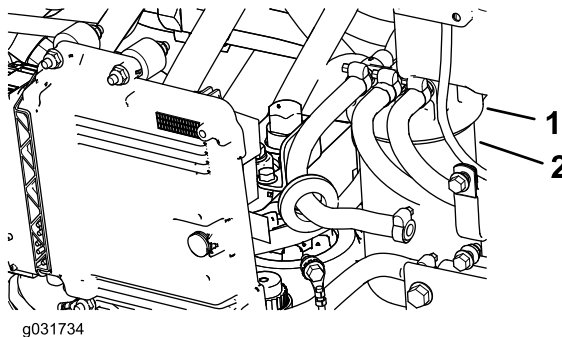

図 96
1. 燃料フィルタのヘッドの周囲をきれいに拭く 図 96。
2. フィルタを外してフィルタヘッドの取り付け部をきれいに拭く 図 96。